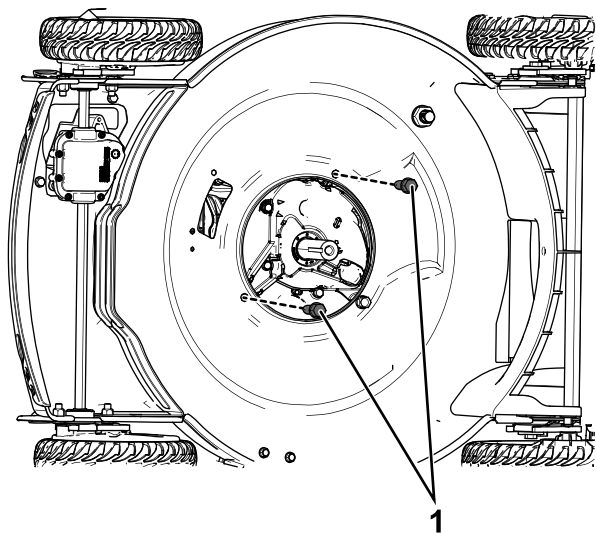

Рисунок 5
1. Установите 2 болта крепления двигателя (3/8 x 1 дюйм) и затяните их с моментом 46 Н·м; см. Рисунок 5.